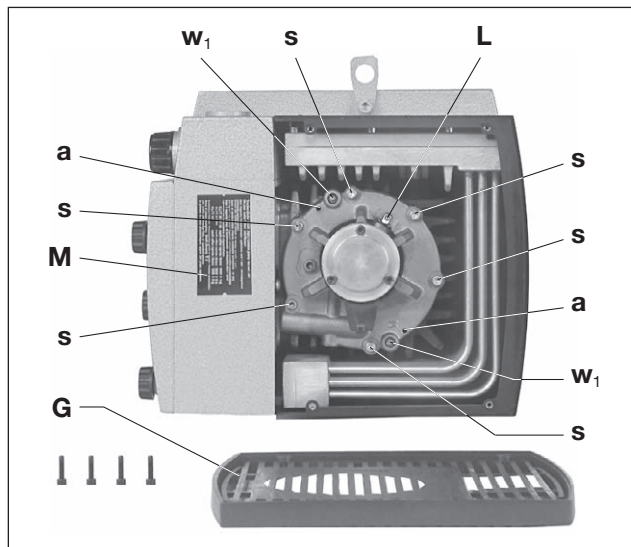
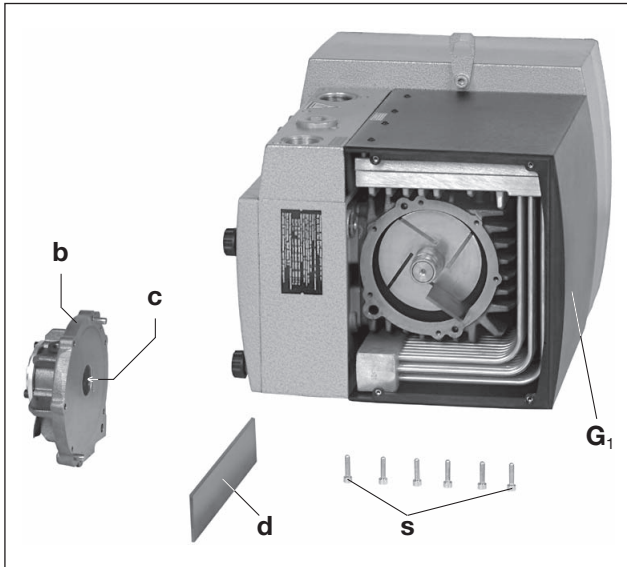
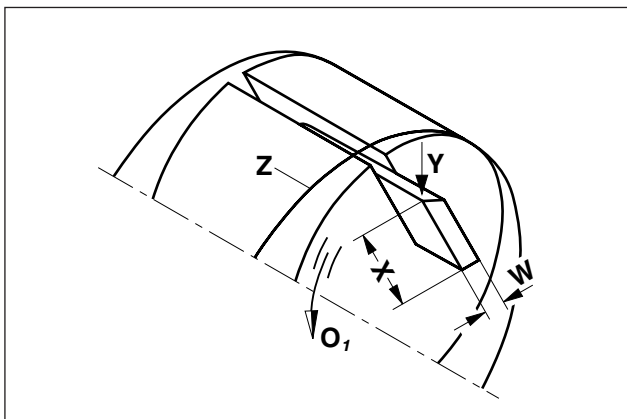

Abb. 4 Schmierung / Lamellen
Abb. 5 Schmierung / Lamellen
Abb. 6 Lamellen
Ein Nachschmieren des B-Lagers (Motor abgewandten Seite) am Schmiernippel (Abb. 4/L) mit 4 g Fett muss nach 3.000 Betriebsstunden vorgenommen werden, jedoch spätestens nach einem Jahr. Zur Nachschmierung muss das Ansauggitter (Abb. 4/G) abgeschraubt werden.
**Fettdepot** (Abb. 5/c) des B-Lagers nicht überfetten.
Wir empfehlen folgende Markenfette: KlüberPeta-moGY 193 oder andere, gleichwertige Fette (siehe auch Fettempfehlungsschild (Abb. 4/M)).
Erste Kontrolle nach 3.000 Betriebsstunden, danach alle 1.000 Betriebsstunden bzw. je nach Höhe (Abb. 5/X) früher.
Ansauggitter (Abb. 4/G) sowie Schrauben (Abb. 4/s) abschrauben. Um den Gehäusedeckel (Abb. 5/b) vom Gehäuse abzudrücken, sind zwei Schrauben (Abb. 5/s) in die zwei Gewindebohrungen (Abb. 4/a) des Gehäusedeckels gleichmäßig einzudrehen. Lamellen (Abb. 5/d) zur Überprüfung herausnehmen. Alle Lamellen in der Maschine müssen eine Mindesthöhe (Abb. 6/X) von größer als 26 mm (V-VTR 100) und 32 mm (V-VTR 140) sowie eine Mindestdicke (Abb. 6/W) von größer als 2,5 mm haben.
**Schlitzmuttern** (Abb. 4/w1) am Gehäusedeckel (Abb. 5/b) nicht lösen. Für den Lamellenwechsel sind nur die Schrauben (Abb. 4/s) zu entfernen.
Gehäuse und Rotorschlitze ausblasen. Lamellen in die Rotorschlitze einlegen. Beim Einlegen ist darauf zu achten, dass die Lamellen mit der schrägen Seite (Abb. 6/Y) nach außen zeigen und diese Schräge in Drehrichtung (Abb. 6/O1) mit dem Verlauf der Gehäusebohrung (Abb. 6/Z) übereinstimmt.
Vor dem Aufschieben des Gehäusedeckels (Abb. 5/b) auf das Wellenende soll von dem im Fettdepot (Abb. 5/c) des B-Lagers abgelagerten Überschussfett rundum in den Lagerkäfig gestrichen werden. Außerdem sollen Fettreste vom Wellende, sowie vom Wellendurchtritt des Gehäusedeckels abgewischt werden. Dieses Fett gelangt sonst ins Verdichtergehäuse und wird zusammen mit dem Abrieb der Lamellen zu einem pastenartigen Belag vermischt, der ein Festklemmen der Lamellen in den Rotorschlitzen verursachen kann.
Beim Festschrauben des Gehäusedeckels sollen die fettfreien Schrauben abwechselnd und gleichmäßig angezogen werden, damit sich der Deckel in den Fixierstiften nicht verkantet. Sobald der Deckel fast auf der Gehäusestirnseite aufliegt, empfiehlt es sich, während des restlichen Anziehens der Schrauben den Ventilator (mit Hilfe eines Schraubenziehers oder ähnlichem) hin und her zu drehen. Dies vermeidet ein Verkanten und ein Ausbrechen an den Ecken der Lamellen. Ansauggitter (Abb. 4/G) anschrauben.
Beim jedem Lamellenwechsel das Fettdepot (Abb. 5/c) des B-Lagers überprüfen und gegebenenfalls nachschmieren.